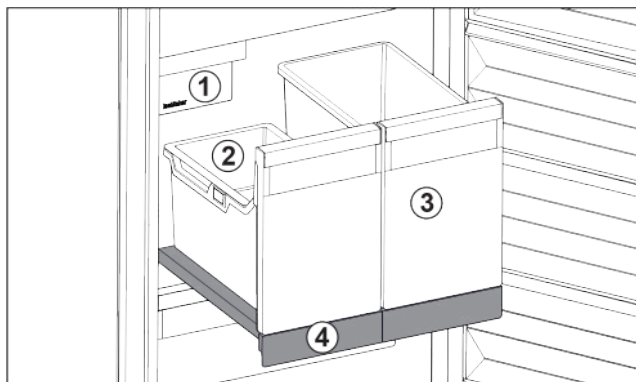

Fig. 28 Выдвижная панель с IceTower
- (1) IceMaker
- (2) Подвесной лоток для кубиков льда
- (3) Контейнеры для пиццы, алкогольных напитков
- (4) Выдвижная панель
На выдвижной панели находятся два высоких контейнера (IceTower). В контейнере Fig. 28 (2) собираются и хранятся кубики льда из IceMaker. Контейнер Fig. 28 (3) подходит для хранения высоких продуктов, таких, как пицца или алкогольные напитки.